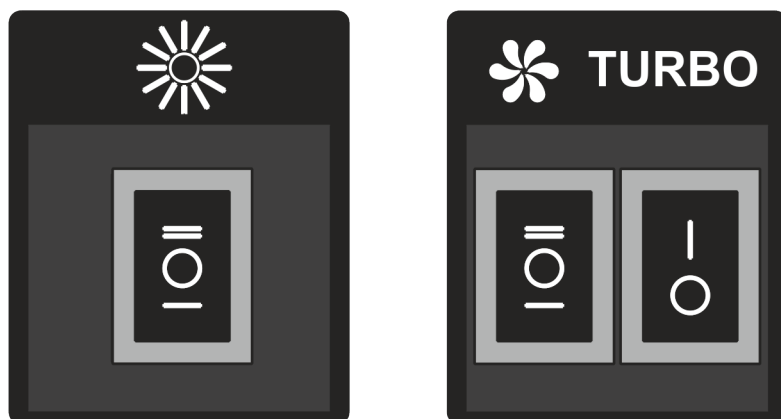

Рис.5
7.3 На боковинах корпуса размещен клавишный переключатель режимов работы и включения ламп освещения (рис.5).